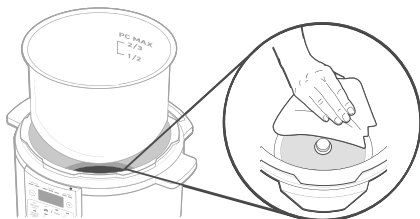

Figura 2.2
5. Togliere la pentola interna. Pulire l'elemento riscaldante con un panno morbido e asciutto per accertarsi che sia privo di detriti. [Figura 2.2]